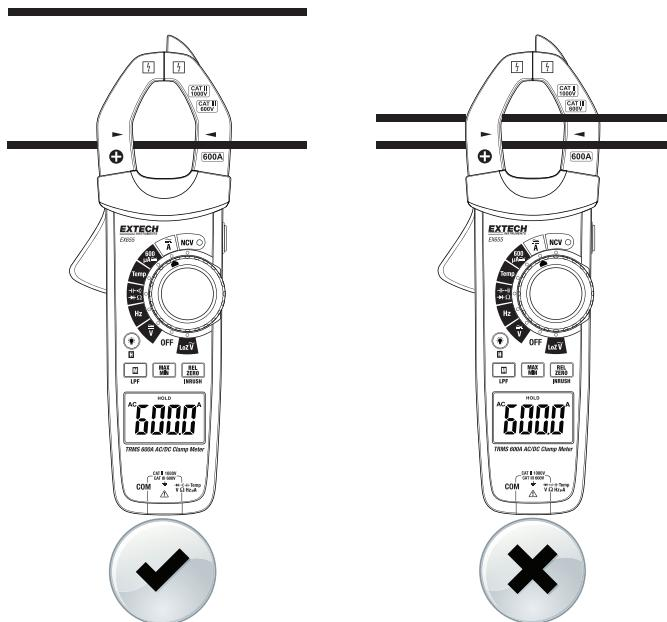

图 4-3 正确与错误的钳口操作
4. 按下触发器可打开钳口。只能将一个导体完全卡在钳口中 (请参见图 4-3)。为获得最佳结果, 应使导体处于钳口中心。